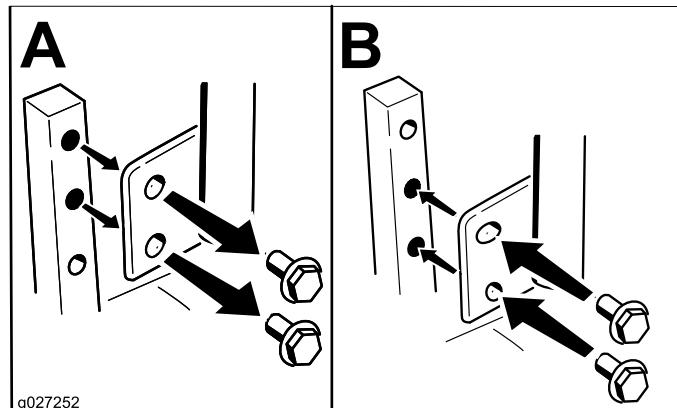

Figura 13
Las palancas de control de movimiento pueden ser ajustadas hacia arriba o hacia abajo para que su manejo sea más cómodo (Figura 13).
2. Afloje el perno inferior lo suficiente para poder desplazar hacia adelante o hacia atrás la palanca de control (Figura 13).